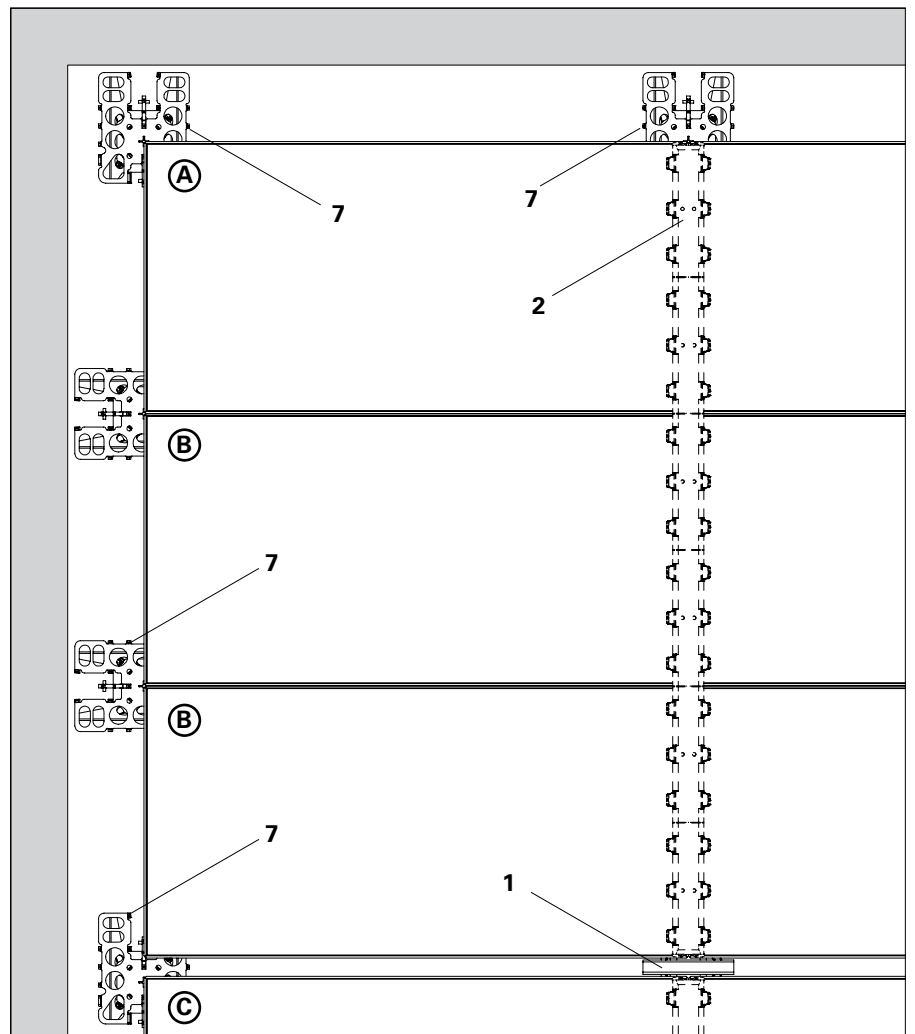

Fig. A5.19
Em cantos onde as compensações transversais e longitudinais se juntam, o cabeçal de borde (7) está alinhado da direcção da viga principal. (Fig. A5.19 A)
Instalar a consola do cabeçal de borde (7) até à zona de compensação. (Fig. A5.19 B)
Num sistema com cabeçal de caída (1), o cabeçal de borde (7) é sempre instalado transversalmente se estiver debaixo de um tapa juntas. Como resultado, os painéis estão impedidos de escorregar da sua posição. (Fig. A5.19 C)